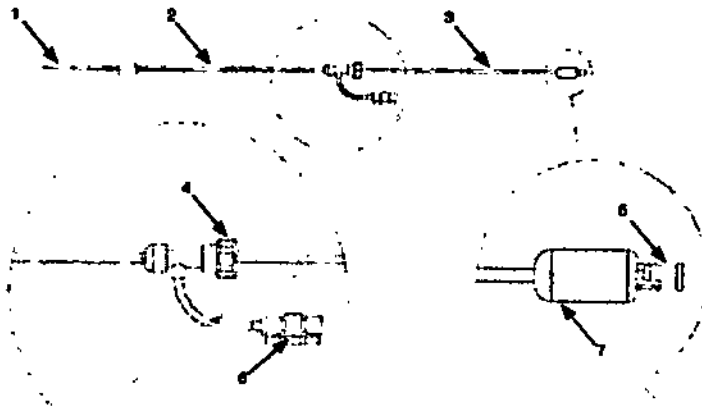
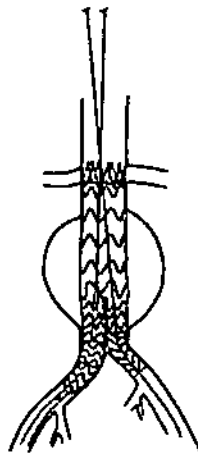

Figura 13. 1. Extremo; 2. Vaina; 3. Guía de apoyo; 4. Mando de liberación; 5. Puerto de purgado; 6. Luer; 7. Empuñadura
Figura 18. Despliegue de la extensión de rama ipsilateral.
- Abrir completamente el botón giratorio de la válvula hemostática. Mientras se sostiene la empuñadura fija, mover la válvula hemostática hacia la empuñadura (Véase figura 13) para iniciar la liberación de la extensión de rama. Controlar atentamente con fluoroscopia la expansión de la extensión de rama para asegurar una ubicación correcta, y ajustar según sea necesario.
- Volver a colocar la punta de vaina (Véase figura 13), apretar el botón de liberación y tirar del sistema de liberación distal hacia fuera de la arteria.
- Abrir completamente el botón giratorio de la válvula hemostática. Mientras se sostiene la empuñadura fija, mover la válvula hemostática hacia la empuñadura (Véase figura 13) para iniciar la liberación de la extensión de rama. Controlar atentamente con fluoroscopia la expansión de la extensión de rama para asegurar una ubicación correcta, y ajustar poco a poco según sea necesario (Véase figura 18)
- Volver a recapturar la punta de la vaina (Véase figura 13), cerrar el mando de liberación y tirar del sistema de liberación fuera del paciente.